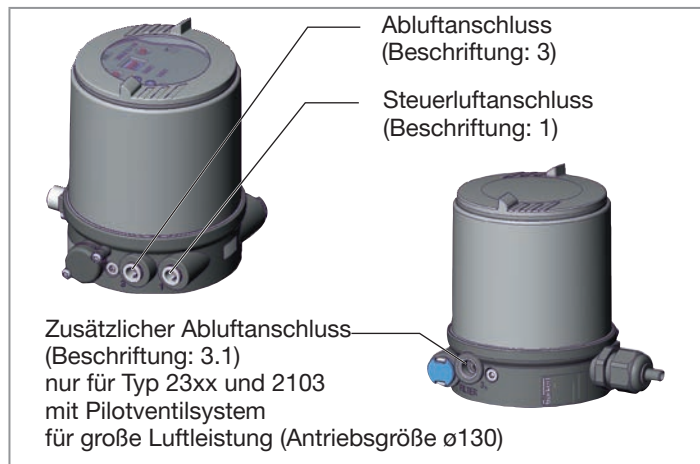

Bild 9: Pneumatischer Anschluss
- Steuermedium an den Steuerluftanschluss (1) anschließen (3...7 bar; Instrumentenluft, öl-, wasser- und staubfrei).
- Abluftleitung oder einen Schalldämpfer an den Abluftanschluss (3) und wenn vorhanden an den Abluftanschluss (3.1) montieren (siehe „Bild 9“).